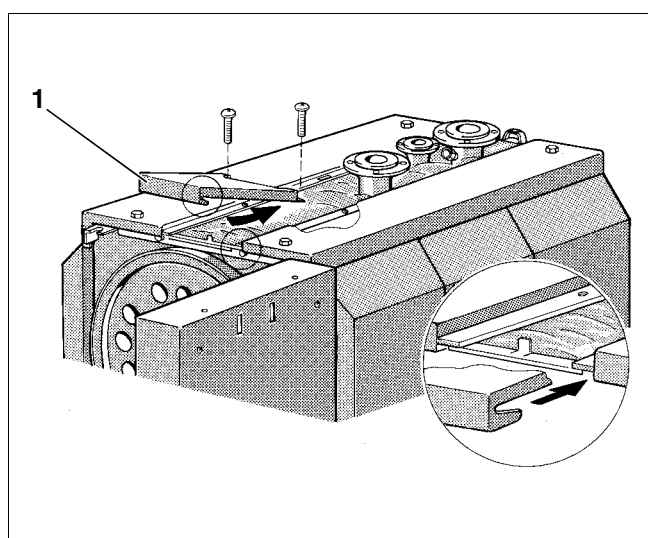

Fig. 19 Montaj manta
- Introduceți carcasa frontală (Fig. 19, **Poz. 1**) împreună cu eclisele din stânga și din dreapta în fanta componenta carcasei laterale.